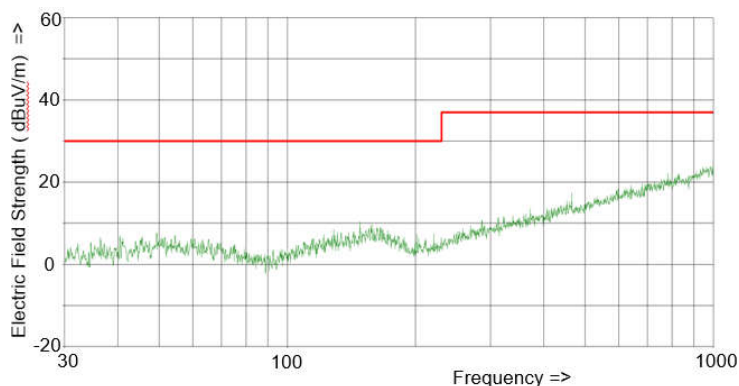

图 9.
4. **卓越的 EMC：**当 DI 器件的 8 个通道都能从现场接收信号时，流经隔离栅的通信会为电隔离竞品器件产生高 EMC。高 RE 可能会导致数字输入器件旁边的 MCU/FPGA 通信中断。在隔离栅上进行通信时，TI 的 ISO1228 采用了专利技术，可以实现可忽略不计的 EMC，如图 9 所示。